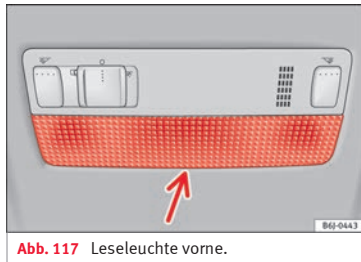

Abb. 117 Leseleuchte vorne.
- Das flache Ende eines dünnen Schraubendrehers zwischen Gehäuse und Glas einführen »» Abb. 117.